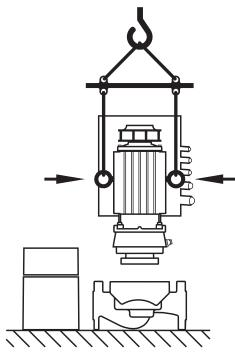

Fig. 9: Transport motora
- Ako je to potrebno, npr. u slučaju popravka, transportne ušice mogu se prebaciti s prirubnice motora na kućište motora (vidi npr. Fig. 9). Prije montaže transportnih ušica na kućište motora odvrnite odstojnike iz otvora transportnih ušica (Fig. 7, poz. 20b) (vidi poglavlje 10.2.1 „Zamjena klizno-mehaničke brtve“ na stranici 49).
- Ako se transportne ušice prebacuju s prirubnicama motora i montiraju na kućište motora, dopuštene su samo za nošenje odn. transport utičnog kompletata (Fig. 9), ali ne i za transport cijelokupne pumpe niti za razdvajanje utičnog kompletata od kućišta pumpe.